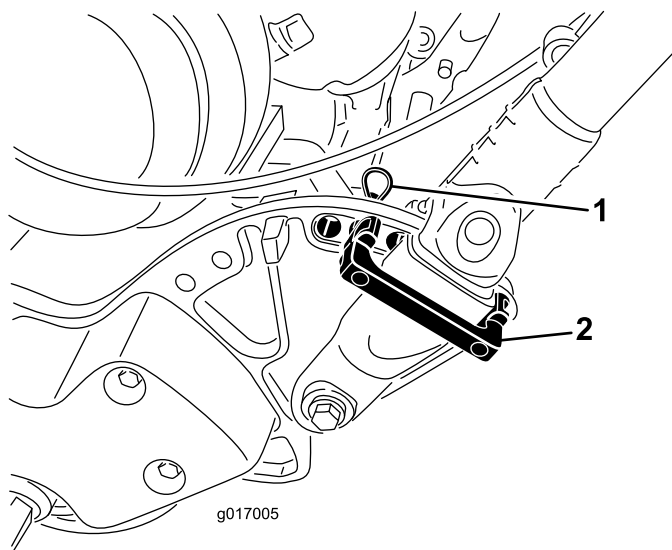

Figura 24
1. Togliete la coppiglia a forcina dai fermi della stegola (Figura 24) da ciascun lato del tosaerba.
2. Sostenete la stegola, togliete la coppiglia a forcina da ciascun lato, quindi ruotate la stegola nella posizione operativa desiderata (Figura 24).